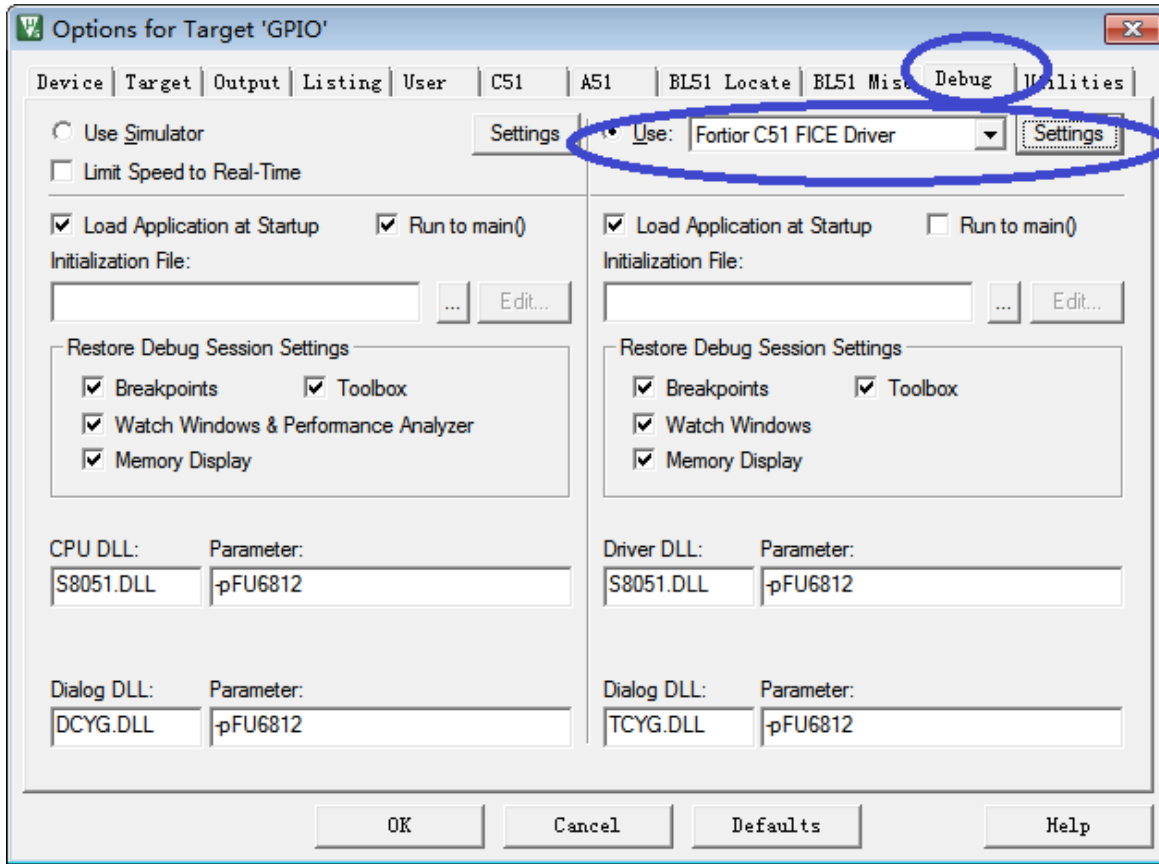

图 35-1 代码保护第 1 步
1. 打开 8051 集成开发工具，编译前进入 Target Options 中并选择 Debug 选项卡，按照上图 35-1 所示进行选择，并点击 Settings 进入下一步设置。